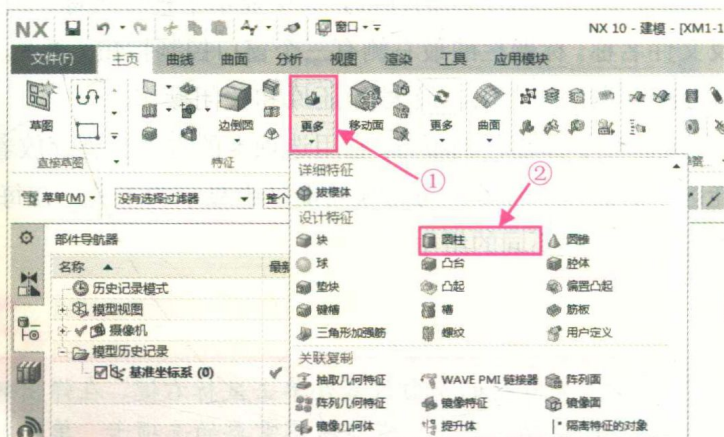

图 1-5 单击“圆柱”按钮
步骤 1 ① 在功能区中单击“主页”选项卡中“特征”组中的“更多”按钮→② 在弹出的下拉列表中单击“圆柱”按钮，如图 1-5 所示。